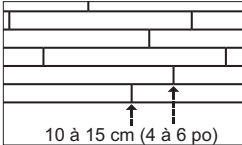

Figure 4
- Attention de bien décaler les bouts des planches de rangées adjacentes, si possible d'au moins 10 à 15 cm (4 à 6 po) (Figure 4). Ceci donne un aspect général plus agréable du plancher.
- Vérifier que les bords et les bouts de chaque planche sont bien serrés. Les joints d'extrémité des rangées adjacentes doivent autant que possible être décalés d'au moins 10 à 15 cm (4 à 6 po) afin de donner un aspect général plus agréable au plancher (Figure 4).